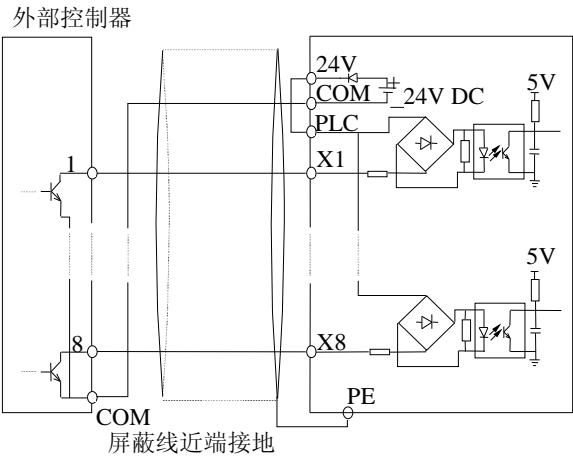

图 2-22 使用变频器内部+24V电源的源极连接方式（31R5PB～35R5PB仅有X1～X5）
- 1) 使用变频器内部+24V电源，外部控制器为NPN型的共发射极输出的连接方式，如图2-22所示。